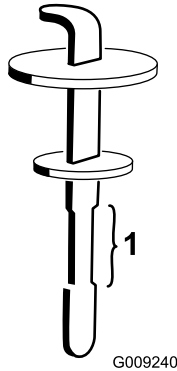

Figura 128
5. Togliete l'asta di livello dal collo del bocchettone e pulitela strofinandola con un cencio pulito. Inserite l'asta di livello nel collo del bocchettone, quindi estraetela e controllate il livello del fluido (Figura 128).